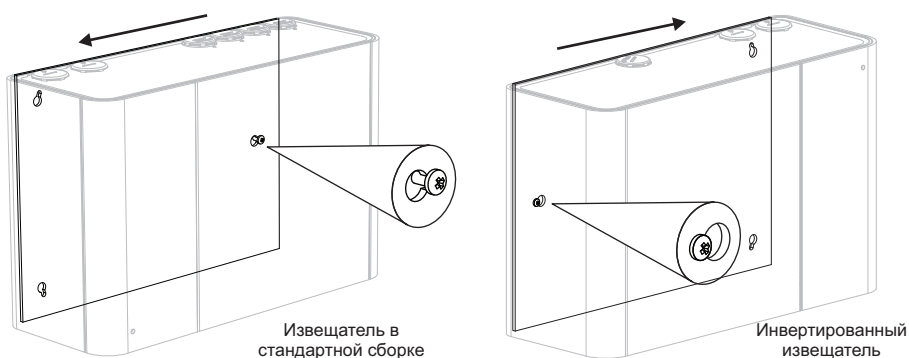

Рис. 4-28: Сместите исвещатель влево
- Сместите извещатель влево или вправо в случае инвертированного извещателя, чтобы закрепить извещатель на винте (Рис. 4-28).